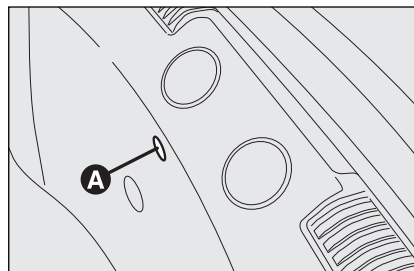
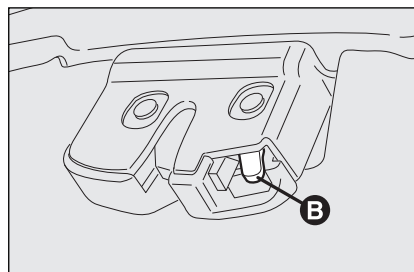

fig. 4
fig. 5
- neem de schroevendraaier uit de gereedschaphouder en plaats in de bagageruimte (op het achterpaneel) de schroevendraaier in de opening **A-fig. 4** en bedien vervolgens de hendel **B-fig. 5**.